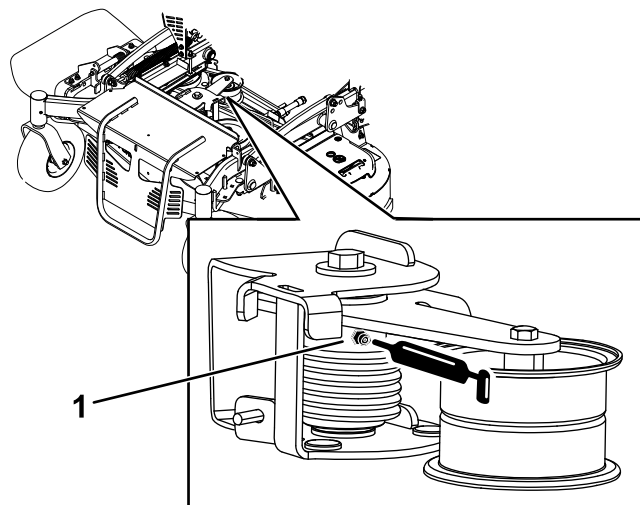

図 35
2. 図 35 に示されているグリスフィッティング刈り込みデッキのトーションアイドラに高温グリスを注入します。